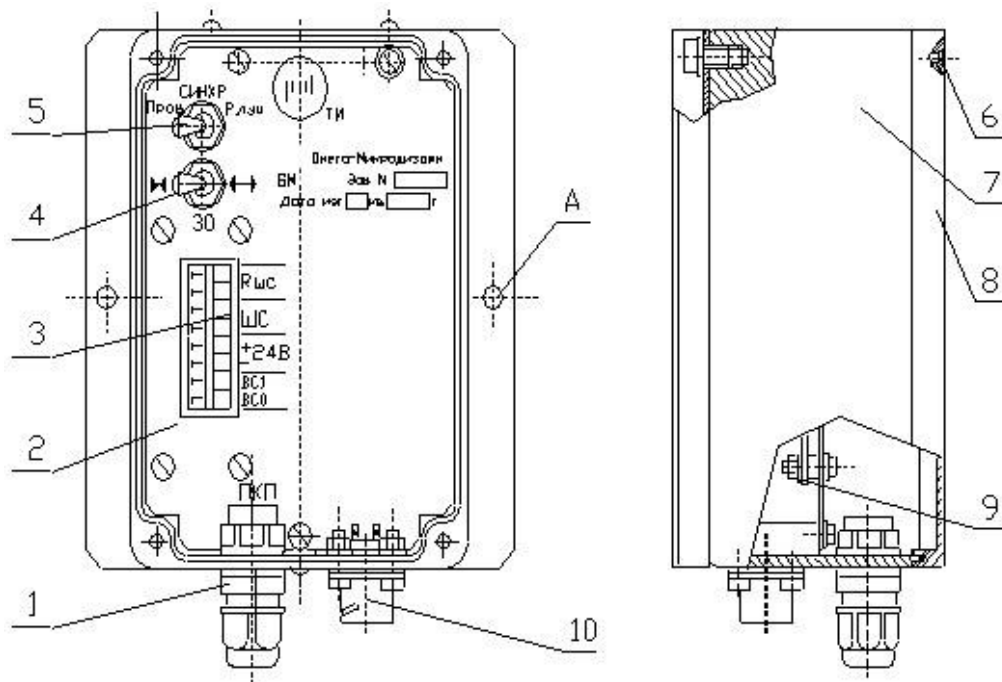

Рис. 5.2
5.1.1 БМ и БД имеют сходную конструкцию см. рис. 5.1 и выполнены (рис. 5.2) в металлических корпусах 7 со степенью защиты IP65 со съемной крышкой 8. Крепление крышки осуществляется четырьмя винтами 6. В корпусе установлено шасси 2. На обратной стороне шасси закреплена печатная плата 9. Через окно в шасси обеспечен доступ к установленному на плате набору зажимов 3 «ПКП» для подключения кабеля от ППК или соединительной коробки. Внутри коробки проводами жгута к плате подключены контакты вилки блочной 10, которая обеспечивает подключение БПРМ или БПРД.
5.3.2 Аккуратно уложить кабели в БМ-НР, БД-НР, закрыть крышку 8 (рис. 5.2), закрепить с помощью винтов 6.